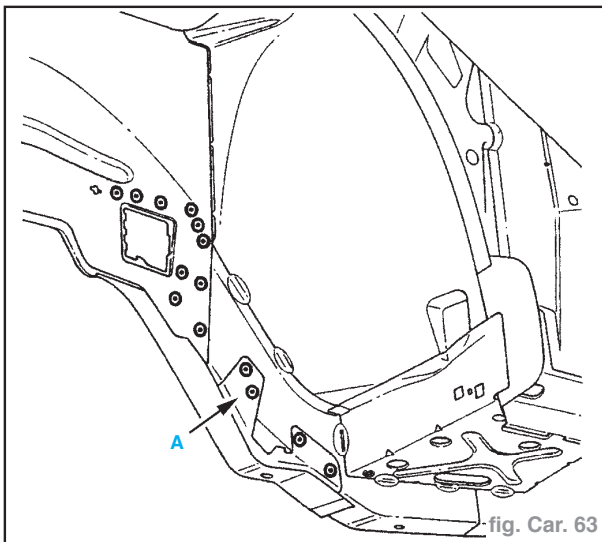

fig. Car. 63
- Soudure (fig. Car. 63 et 64).